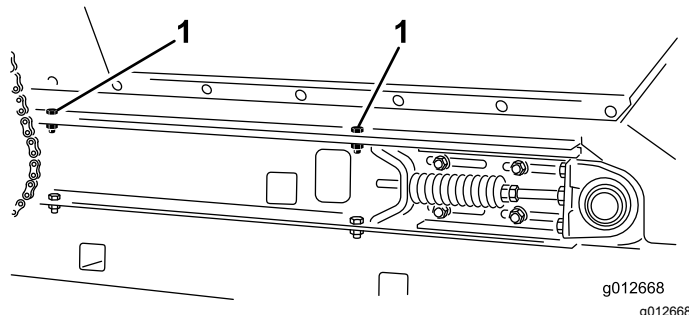

Figura 37
- A cada lado de la máquina, fije la tolva a los travesaños del bastidor deslizante (Figura 37) con los 2 tornillos, 2 arandelas y 2 contratuercas que retiró en Desmontaje de la plataforma deslizante \(página 24\).